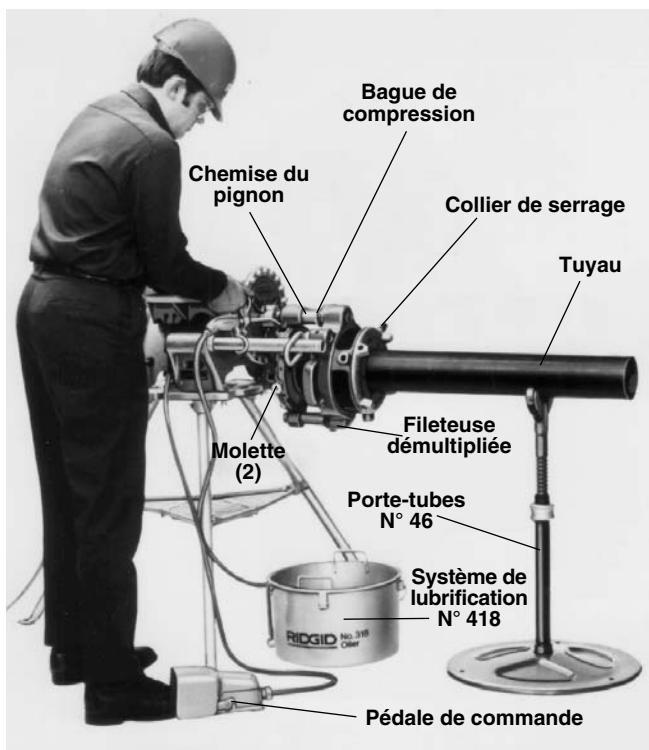

Figure 21 – Filetage des tuyaux à l'aide de la fileteuse démultipliée N° 141 (couplage direct) (Idem pour fileteuse N° 161)
6. Soulagez le tuyau à l'aide d'un porte-tubes (*Figure 21*). Positionnez le porte-tubes à environ 2,5 pieds de la fileteuse.
9. Positionnez le système de lubrification N° 418 directement sous la fileteuse (*Figure 21*).